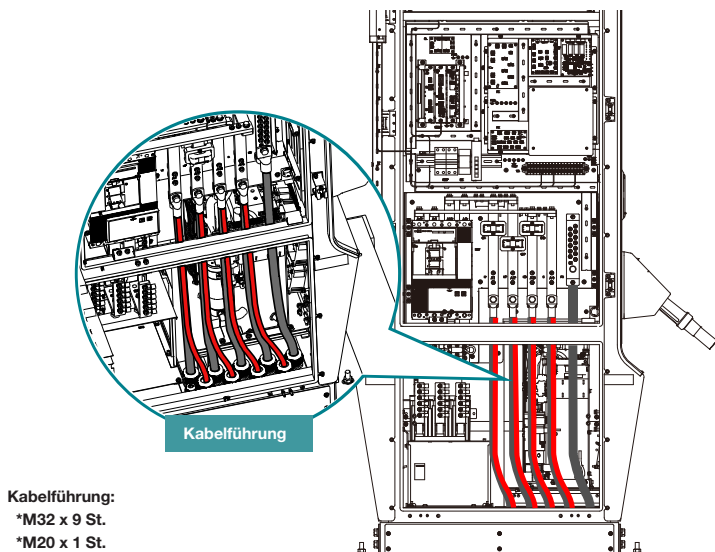

Abbildung 19. Kabelanschluss und Kabelführung
Siehe Abbildung 19.
- 3) Schließen Sie die AC-Kabel L1, L2, L3 und N an die Sammelschienen an (siehe Abbildung 19). Befestigen Sie jeden Draht und ziehen Sie die Befestigungselemente gemäß „Anhang B – Tabelle der Drehmomentanforderungen“ an.
- 5) Stellen Sie sicher, dass Sie genügend Durchhang in jedem Kabel haben, und befestigen Sie dann (falls erforderlich) die Kabelführung (siehe Abbildung 19).